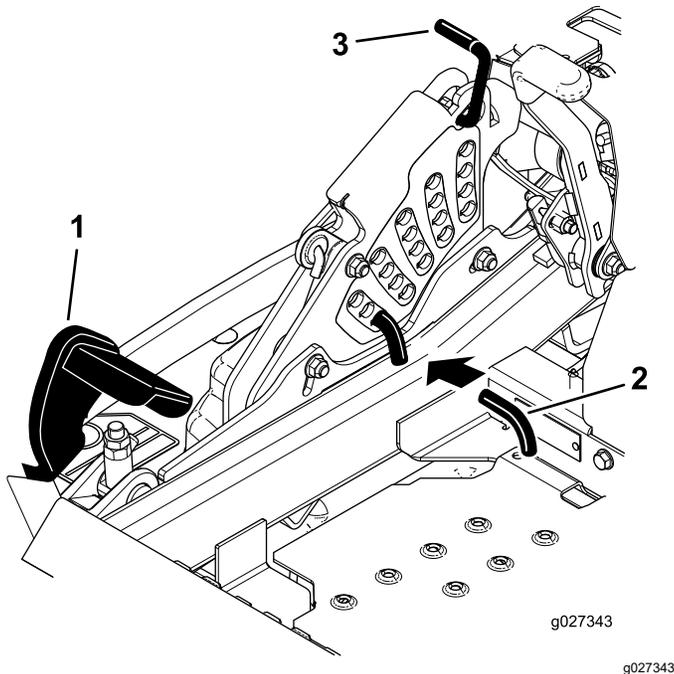

図 98
5. デッキリフトペダルを前方に目一杯押すと、デッキが 14 cm の搬送位置でラッチされます ()。 **図 98**